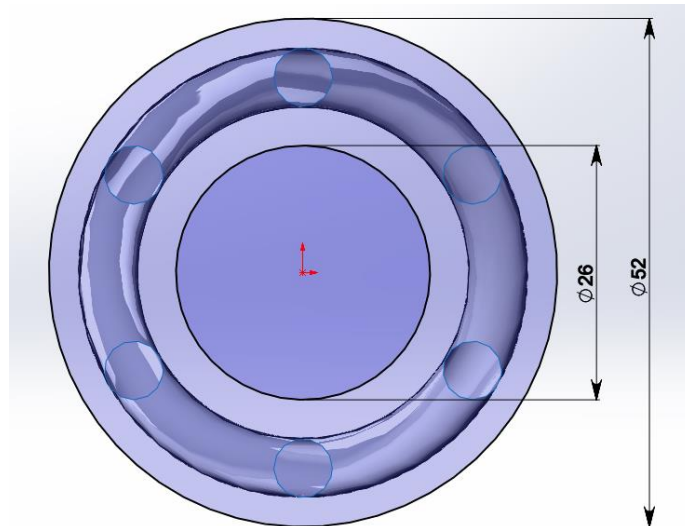

Рис. 8. Построение спирали
9. Выбираем вид *Спереди* и, используя табличные значения своего варианта  $B$  и  $B/2$ , строим эскиз, как показано на рис. 8. После этого можно закрыть редактор эскиза, нажав иконку  в верхнем правом углу окна просмотра модели.